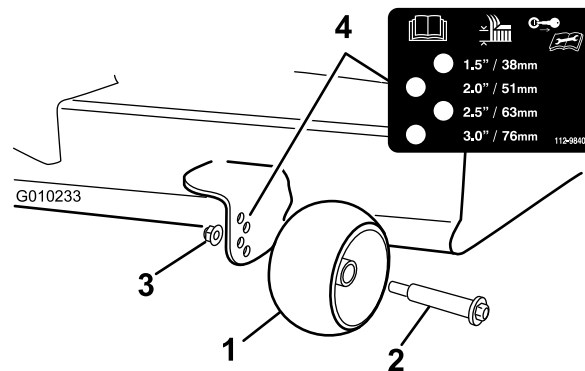

Figura 33
3. Ajuste os rolos antidanos (**Figura 33**) para corresponder à posição da altura de corte mais próxima.